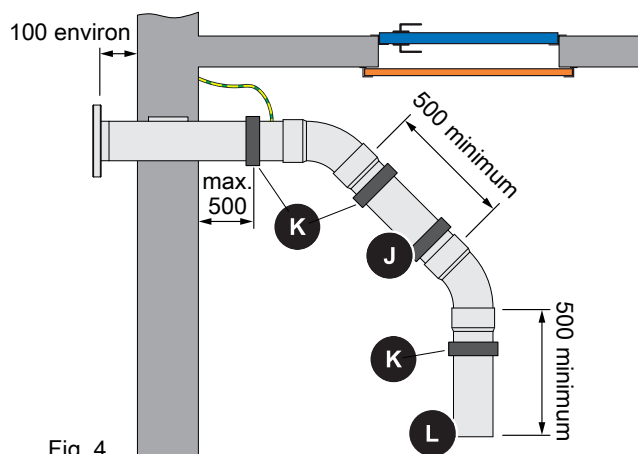

Fig. 4
- Sceller ou encastrer les raccords de remplissage dans le béton à une distance d'env. 100 mm au mur (fig. 4), il faut positionner ce faisant la protection anti-torsion dans le mur
Rallonge et fixation des raccords de remplissage (fig. 4)